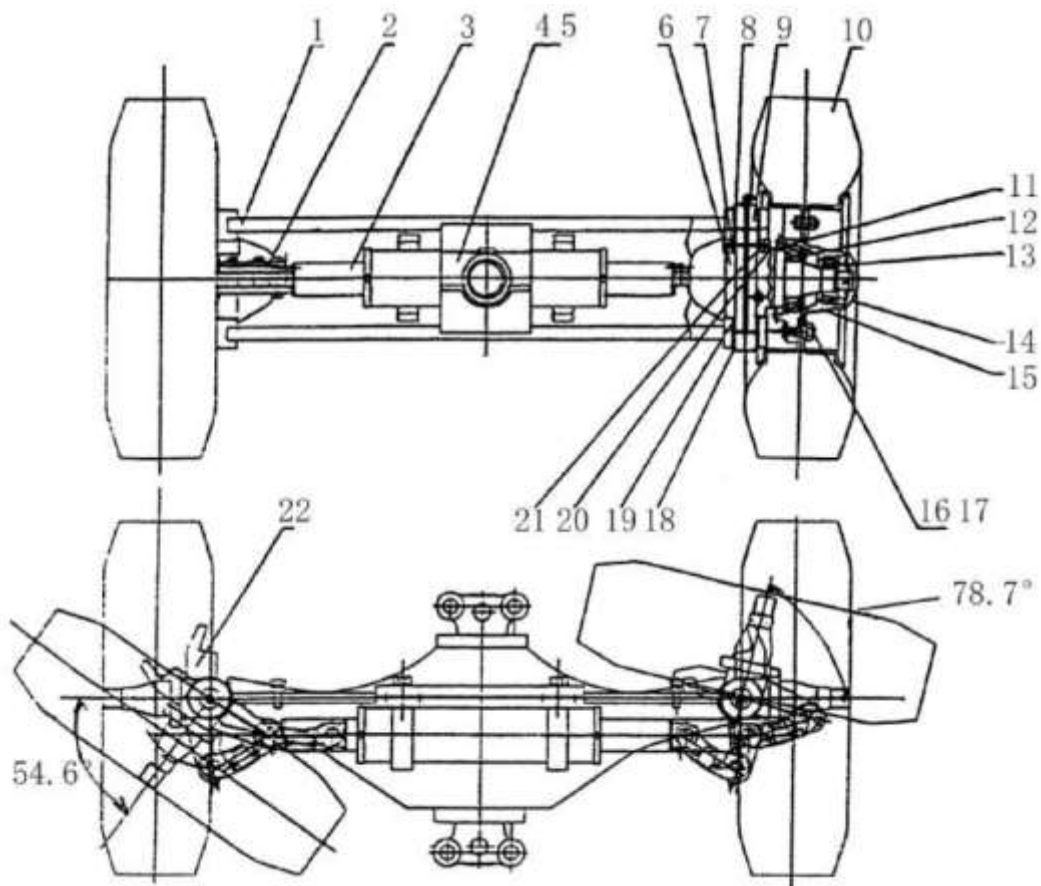

Рис. 3-4-7. Рулевой цилиндр:
4.5. Рулевой мост в сборе (Рис. 3-4-7).